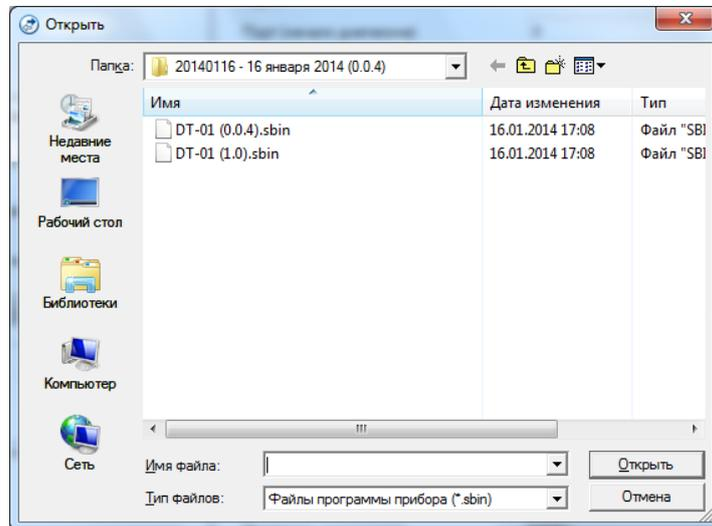

Рис. 57 Выбор файла прошивки
- ✓ Для выбора файла прошивки нажмите кнопку  и в открывшемся окне *Открыть* выберите папку, имя файла и нажмите кнопку *Открыть* (рис. 57);
- ✓ Для выбора файла прошивки нажмите кнопку  и в открывшемся окне *Открыть* выберите папку, имя файла и нажмите кнопку *Открыть* (Рис. 57).